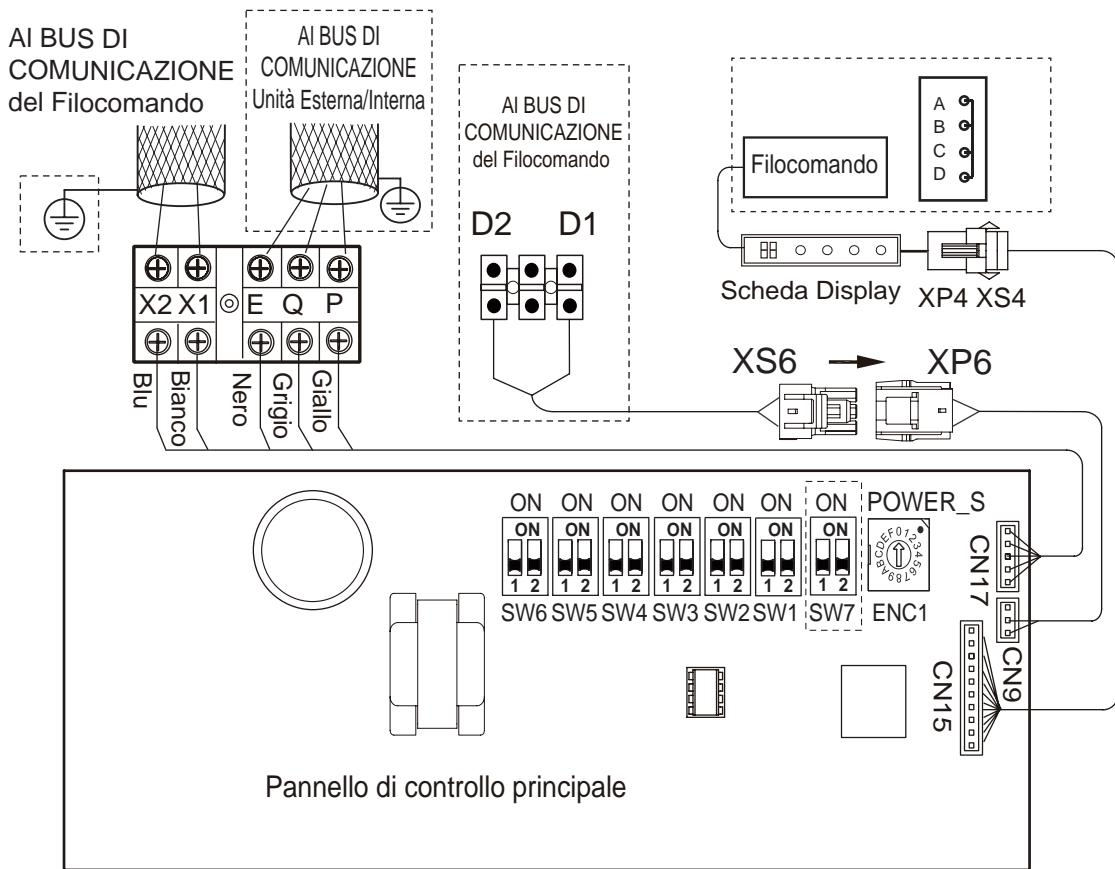

Fig. 6.10
- Le porte X1/X2 e D1/D2 ai lati della scheda principale di controllo, e la porta di comunicazione unidirezionale (lato scheda display) sono per diversi tipi di Filocomando (vedi Fig. 6.10).